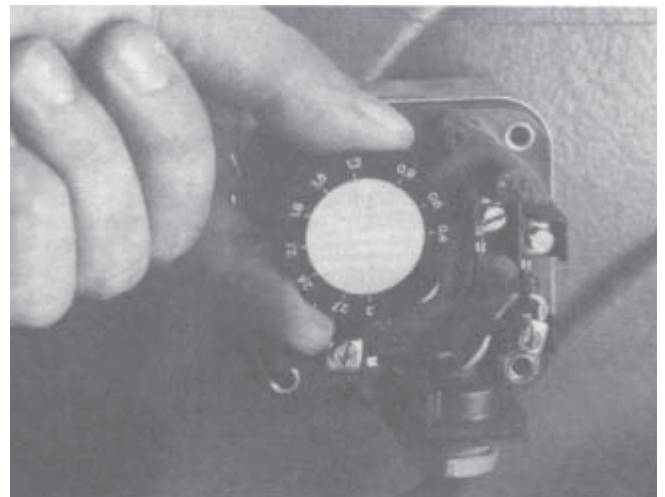

Fig. 12
8.5.2 Luftmangelschalter (Fig. 12)